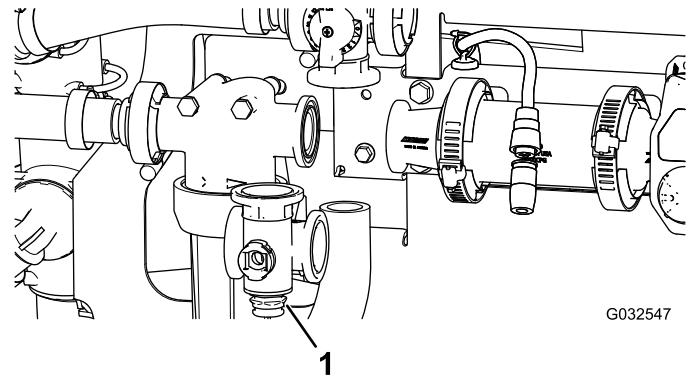

**Figura 100**
1. Rimuovete i morsetti, le guarnizioni, i collegamenti rapidi e il perno di collegamento rapido che fissano il collettore della valvola dell'agitatore alla valvola di bypass dell'agitatore, testa del filtro della pressione, giunto del riduttore e raccordo dell'adattatore (valvola di accelerazione dell'agitatore), come illustrato nella Figura 100.